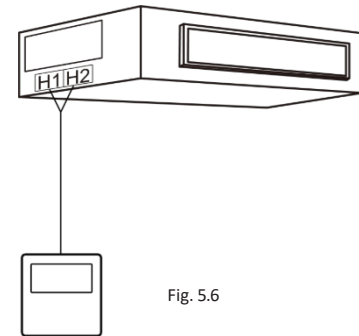

Fig. 5.6
- 1) La Fig. 5.6 mostra l'installazione del comando a filo.